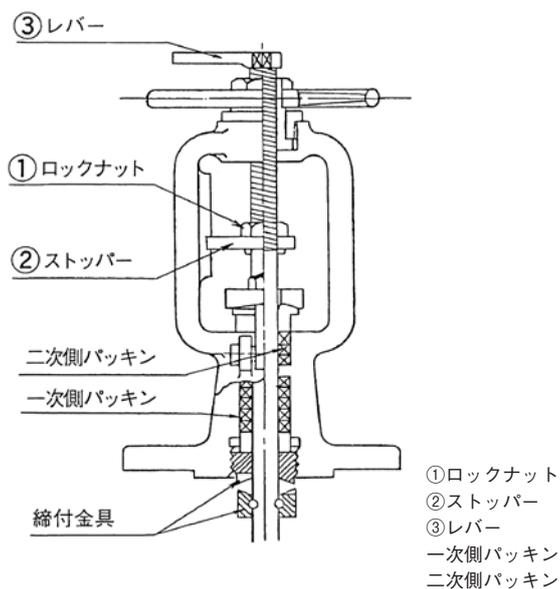
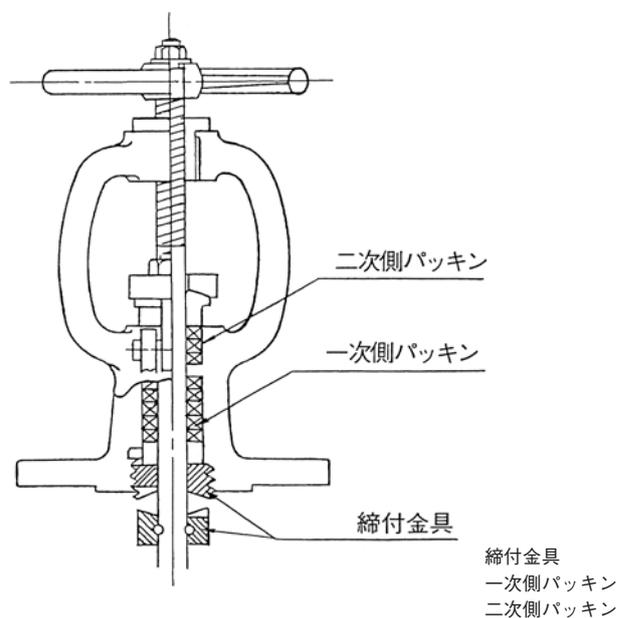

Fig4.ゲートバルブ
Fig5.グローブバルブ
「Twin Packバルブ」は、下記のような場合に一次側パッキンの締付けを行ってください。(Fig4参照)
1) ゲートバルブ (Fig4)
- c. ロックナット①をゆるめてストッパー②をキーから外して、フリーにする
- d. ステム頂部レバー③を時計方向 (右回転) に約1/2~1回転させる。これで一次側パッキンの締付けは終わりです
- e. 最後に、ロックナット①を締付けて、ストッパー②を固定し、最初の状態に戻してください (必ず忘れずに！)
2) グローブバルブ、および鍛造バルブ (1 1/2"以下) (Fig5)
- 4) ゲートバルブの締付け (Fig4) においては、一次側パッキンの締付け完了後、レバー③を左回転 (パッキン締付けは右回転) させないでください。左回転させると、クラッチのねじが戻り、パッキンの締付けがゆるんでしまいます。パッキン締付け完了後、レバー③はそのままにしてロックナット①をロックしてください。
- 5) グローブバルブおよび鍛造バルブの締付け (Fig5) において、このバルブを全開させる時は、ハンドル廻し (ウイルキー) を使用しないでください。ハンドル廻しを使用すると、全開時点の感覚がわからず一次側パッキンの締めすぎになります。